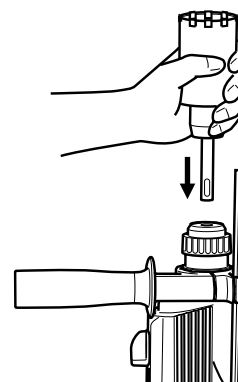
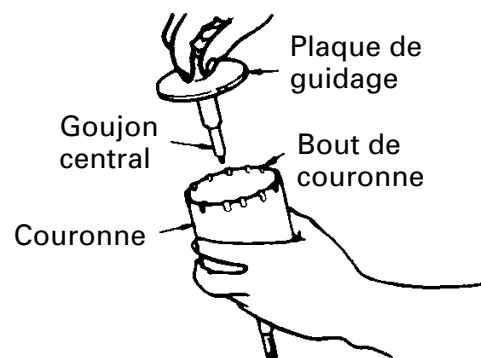

Fig. 15
Fig. 16
- (2) Monter la queue de couronne sur le marteau rotatif à percussion. (Fig. 15)
- (3) Introduire la goujon central dans la plaque de guidage jusqu'à ce qu'il arrête.
- (4) Engager la plaque de guidage dans la couronne et tourner la plaque de guidage à gauche ou à droite de manière à ce qu'elle ne puisse pas tomber, même si elle est orientée vers le bas. (Fig. 16)